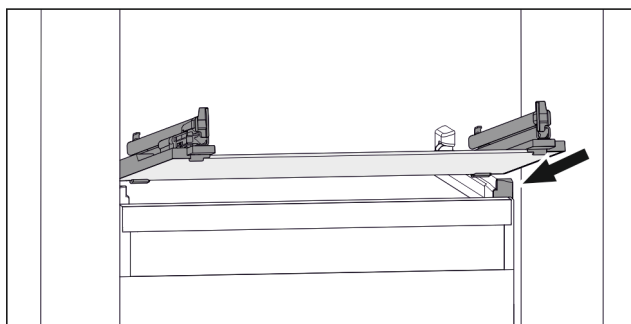

Fig. 63 Příklad znázornění skleněné desky
- ▶ Nasaďte skleněnou desku šikmo za zarážky. (viz Fig. 63)